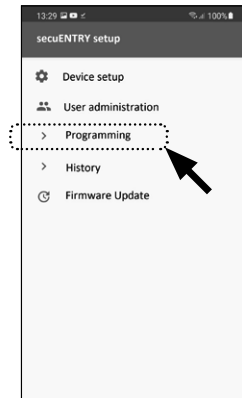
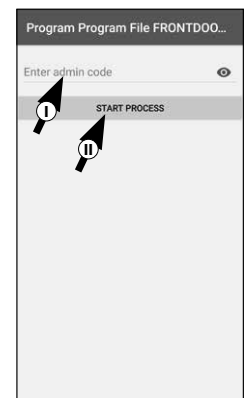

Abb. 94
Abb. 102
- ③ Im Untermenü tippen Sie auf „Programming“ (Abb. 94).
- ⑫ Anschließend geben Sie den Administrator Code des zu programmierenden Schlosses ein (I) (Abb. 94) und bestätigen die Eingabe in dem Sie auf den Button START PROCESS tippen (II) (Abb. 102).